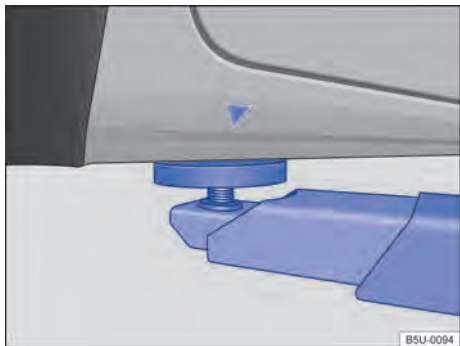
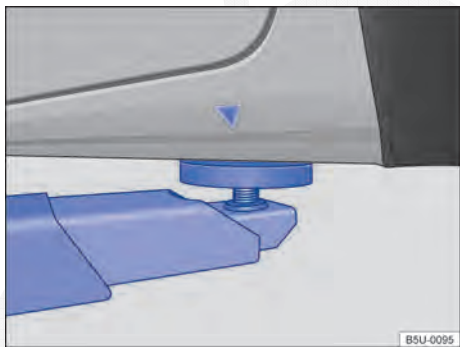

Fig. 120 Pontos de apoio dianteiros para a suspensão com plataforma elevatória ou com macaco.
Fig. 121 Pontos de apoio traseiros para a suspensão com plataforma elevatória ou com macaco.
O veículo deve ser suspenso somente pelos pontos indicados nas figuras → Fig. 120 e → Fig. 121. Se o veículo não for suspenso pelos pontos indicados, podem ocorrer danos no veículo →  e ferimentos graves → .
- Suspender o veículo somente pelos pontos indicados nas figuras → Fig. 120 e → Fig. 121. Se o veículo não for suspenso pelos pontos indicados, o veículo poderá cair da plataforma elevatória quando, por exemplo, o motor ou a suspensão for desmontado.